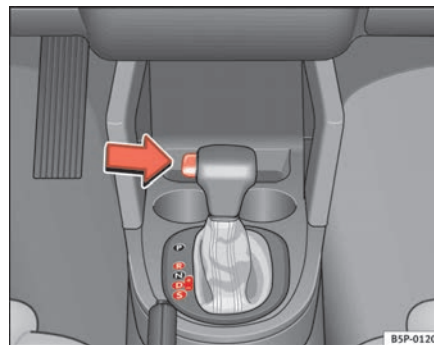

Fig. 141 Guida
- Premere il pulsante del pomello (posto sulla sinistra dello stesso ⇒ fig. 141).